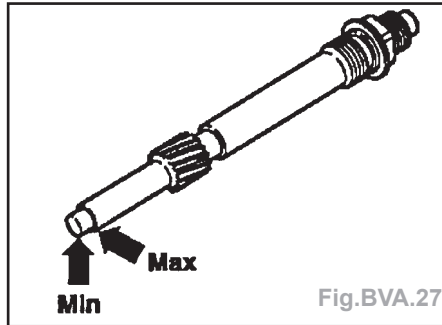

Fig.BVA.27
- Entre les repères mini/maxi, la quantité d'huile de transmission est 0,1 l (Fig.BVA.27).